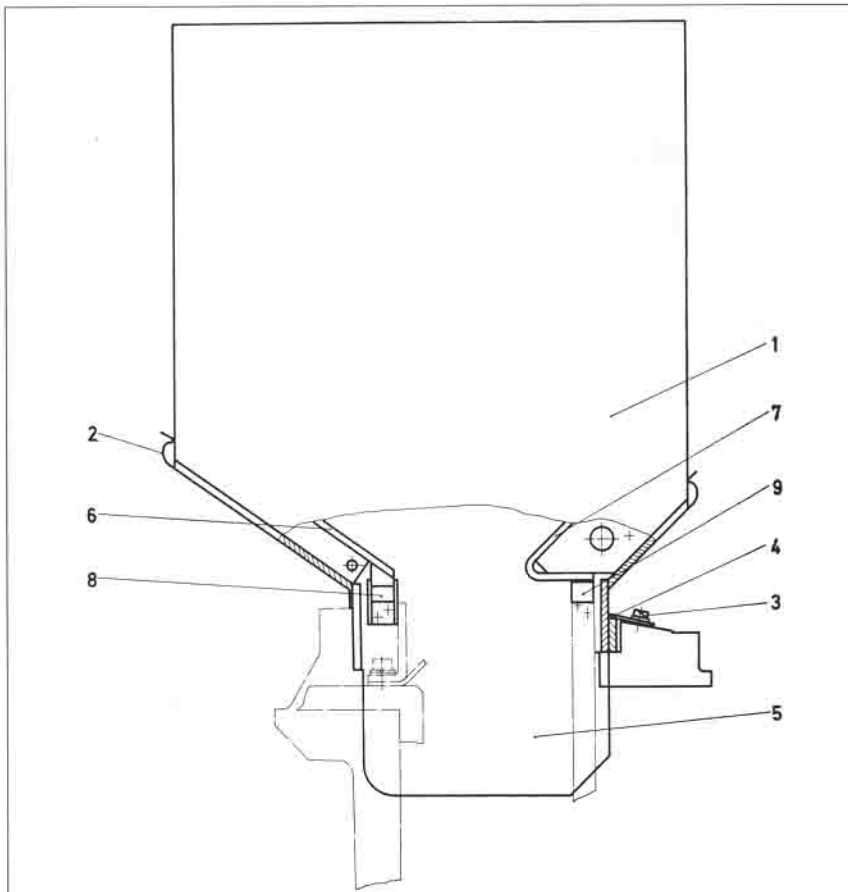

Fig. 3
Zweiteilige Lichtbogenkammern aufsetzen wie unter »Auswechseln der erhöhten LBK« beschrieben. (Fig. 3)
Two-part arcing chutes need fitting as described under „Exchange of higher arc chutes“ (see Fig 3).
3.1 Auswechseln der erhöhten LBK (Fig. 3)
3.1 Exchange of higher arc chute (Fig. 3)
3.1 Recambio de las cámaras apagachispas de mayor altura (Fig. 3)